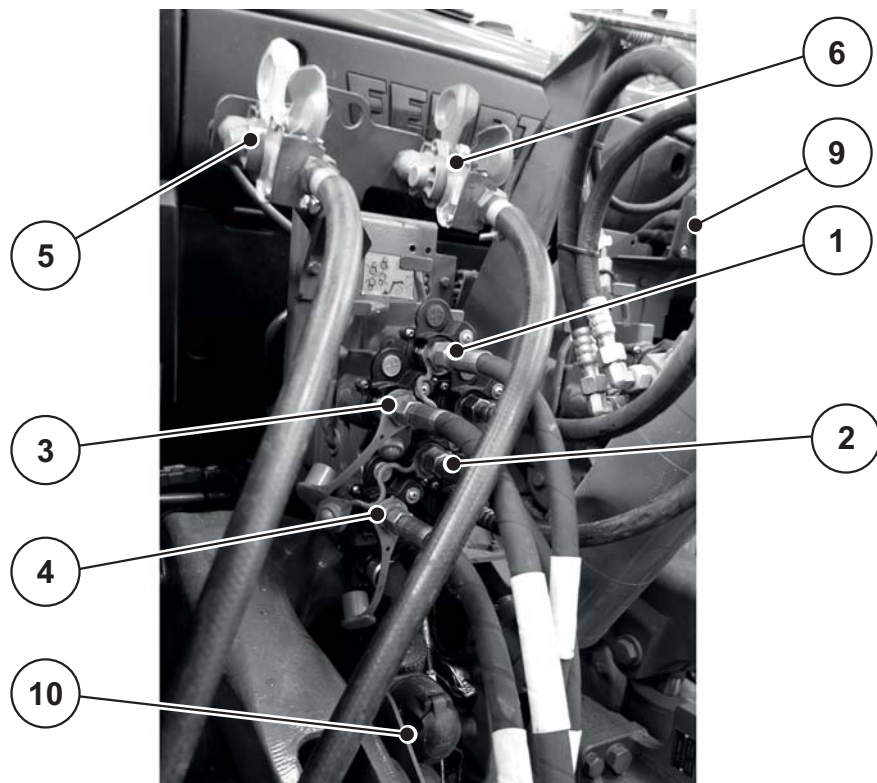

Bild 6.6: Anschlussreihenfolge Großflächenstreuer AXENT
- Beachten Sie die Anschlussreihenfolge: Siehe Bild 6.6.